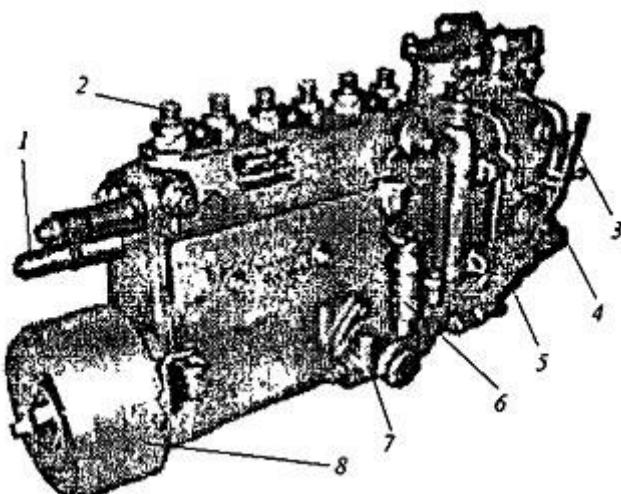

Рис. 1. ТНВД двигателя ЯМЗ
2. Позиция 8 на рис. 1 означает:
3. Позиция 7 на рис. 1 означает: